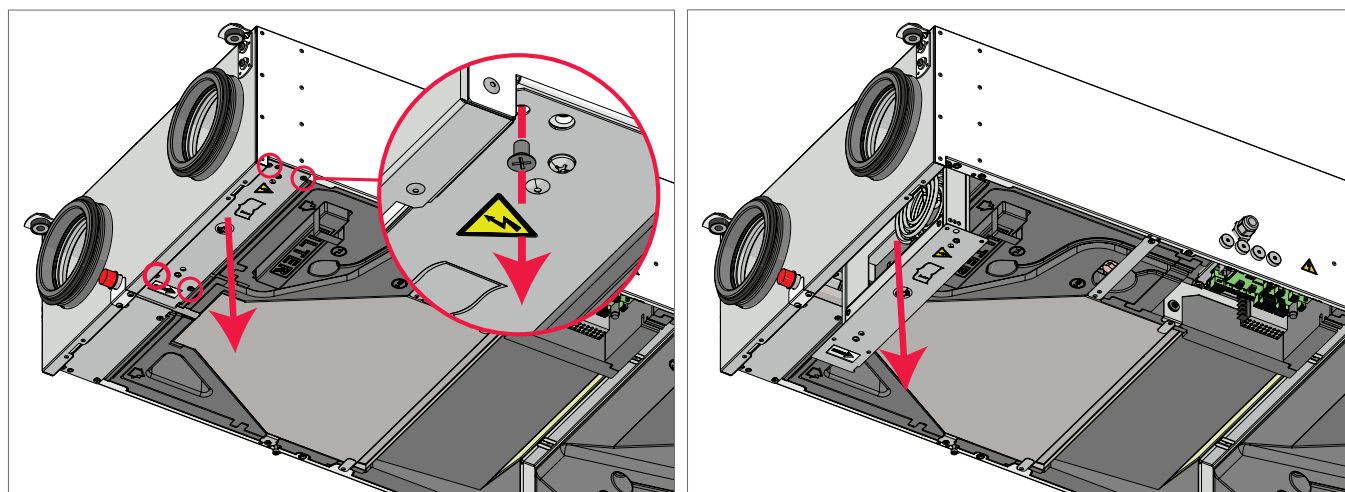

Figure 6.7.3 Smarty 2X P 1kW PH maintenance de la batterie de préchauffage
**REMARQUE.** Avant de procéder aux étapes de la *Figure 6.7.3*, il convient d'effectuer les étapes de la *Figure 6.3.1*.